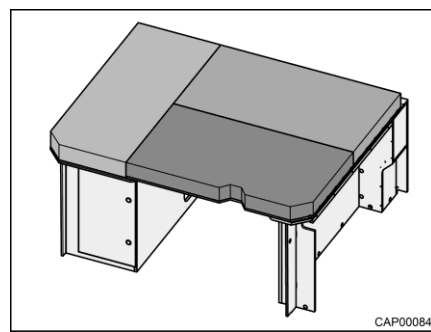

Bild 40 Querbett (nach dem Umbau)
- Die Polster wie in Bild 40 dargestellt auf der Liegefläche verteilen.